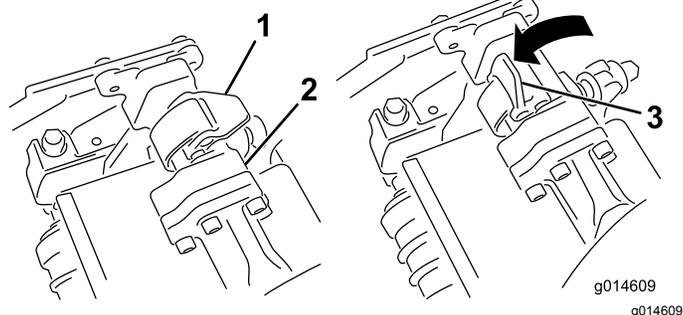

Рисунок 36
4. Когда защелки на штанге рычага подвески направлены вверх (т.е. открыты) (Рисунок 36), нажмите на рычаг подвески так, чтобы
5. Опустите защелки и поверните вокруг стержня режущего блока и заблокируйте их (**Рисунок 36**).
- Откройте защелки на штанге рычага подвески режущего блока, который необходимо снять (Рисунок 36).